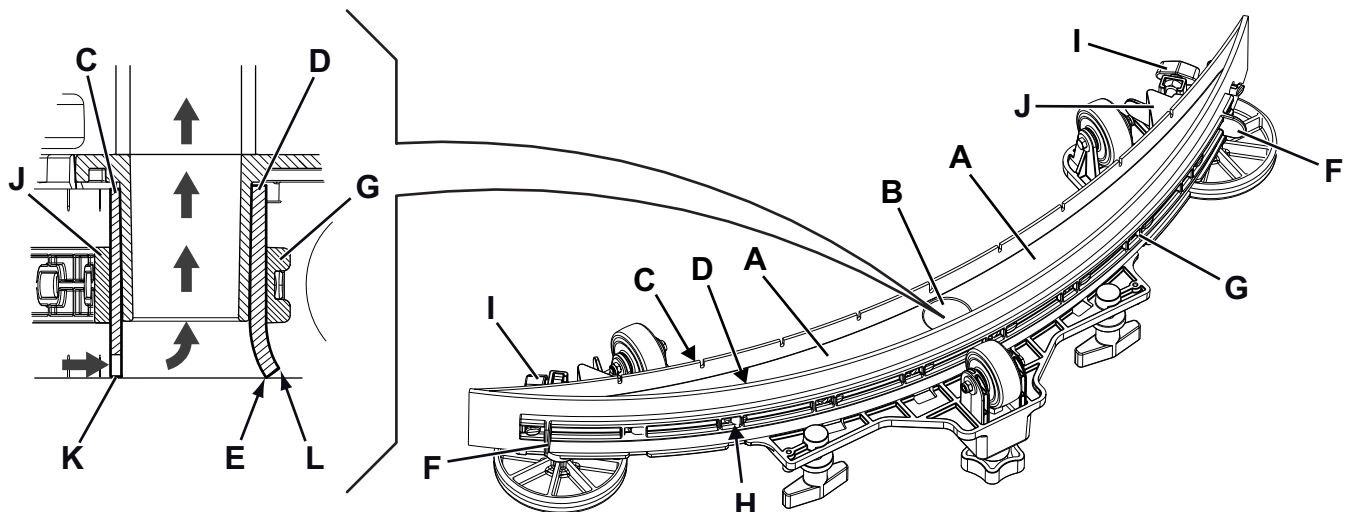

Figure 11
2. S'assurer que la machine est éteinte avec la clé opérateur (41) retirée.
3. Desserrer les boutons (14) et déposer l'embouchure (29).
4. Laver et nettoyer l'embouchure. Nettoyer en particulier les compartiments (A, Fig. 11) et l'orifice (B) de la saleté et des déchets. Contrôler que la lamelle en caoutchouc avant (C) et la lamelle en caoutchouc arrière (D) sont intactes et qu'elles ne présentent pas de coupures ou déchirures ; en cas contraire, les remplacer comme indiqué au paragraphe suivant.
2. Contrôler que la lamelle en caoutchouc avant (C, Fig. 11) et la lamelle en caoutchouc arrière (D) sont intactes et qu'elles ne présentent pas de coupures ou déchirures ; en cas contraire, les remplacer en procédant comme suit. Contrôler que l'arête avant (E) de la lamelle en caoutchouc arrière n'est pas usée ; en cas contraire, tourner la lamelle en caoutchouc, en remplaçant l'arête usée avec l'une des trois arêtes intactes. Si toutes les arêtes sont usées, remplacer la lamelle en caoutchouc en procédant comme suit :
- À l'aide de la lamelle (F), libérer et retirer la bande élastique (G) des dispositifs de retenue (H), puis remplacer/renverser la lamelle en caoutchouc arrière (D).
- Dévisser les boutons (I) et enlever la bande de retenue (J), puis remplacer/renverser la lamelle en caoutchouc avant (C).
3. Reposer l'embouchure (27) et serrer les boutons (14).
- Vérifier que le rabat (K) de la lamelle en caoutchouc (C) et le rabat (L) de la lamelle en caoutchouc arrière (D) posent comme indiqué sur la figure.
- Pour le réglage, utiliser la manette (15).